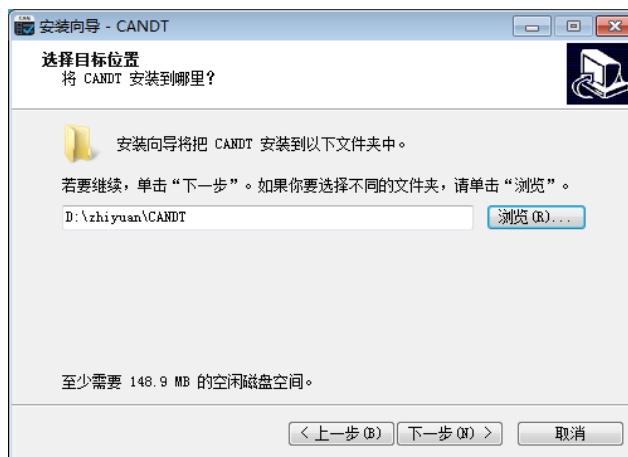

图 4.2 第二步
**第二步：** 如图 4.2 所示，先点击“浏览”选择软件安装路径，再点击“下一步”；